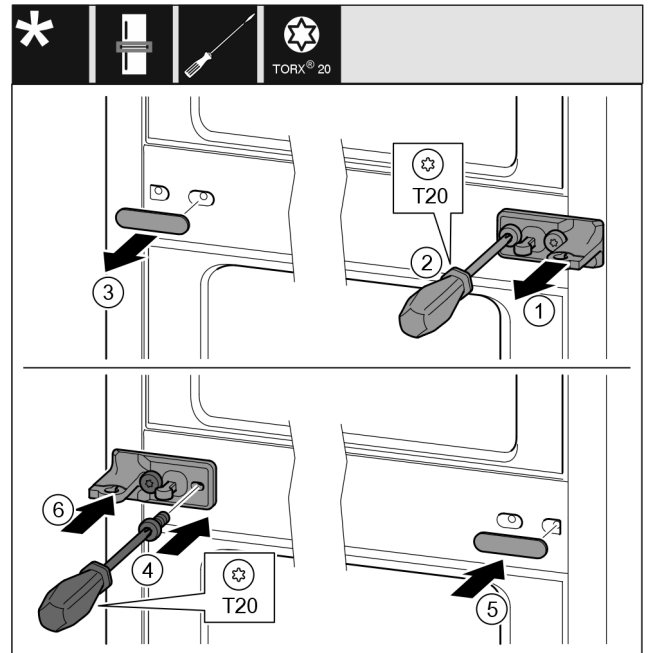

Fig. 29
- ▶ Зніміть планку Fig. 29 (1).
- ▶ Викрутіть гвинти Fig. 29 (2) за допомогою викрутки.
- ▶ Обережно зніміть кришку Fig. 29 (3).
- ▶ Поверніть опорний кронштейн з плівкою Fig. 29 (4) на 180° та закріпіть гвинтами з іншого боку.
- ▶ Поверніть кришку Fig. 29 (5) на 180° і встановіть її з іншого боку.
- ▶ Встановіть планку Fig. 29 (6) спереду.